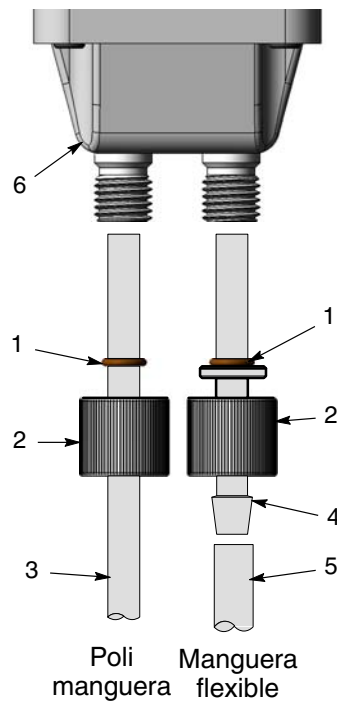

Figura 3-12 Instalación del tubo de la bomba Prodigy HDLV
1. Ver la figura 3-12. Extraer la tuerca de retención del tubo (2) y la junta tórica (1) desde la bomba.
2. Instalar la junta tórica en el adaptador de tubo (4), hasta que choque contra el saliente del adaptador.
3. Instalar el extremo del adaptador en el bloque de desgaste (6).
5. Dejar caer el tubo flexible de polvo (5) por el extremo dentado del adaptador.
1. Ver la figura 3-12. Extraer la tuerca de retención (2) y la junta tórica (1) de la bomba.
2. Deslizar la tuerca de retención por el politubo (3).
4. Empujar el politubo dentro el bloque de desgaste (6) hasta que toque el fondo.